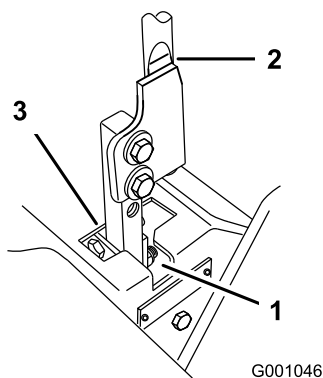

Figure 66
5. Placez le levier au point mort, sans le verrouiller (Figure 66).
6. Tirez le levier en arrière jusqu'à ce que l'axe de chape (situé sur le bras au-dessous de l'axe de pivot) touche l'extrémité de la fente (c.-à-d. commence juste à appuyer sur le ressort) (Figure 66).
7. Vérifiez la position du levier par rapport au cran de la console (Figure 66). Il doit être centré de façon à pouvoir pivoter vers l'extérieur jusqu'à la position de verrouillage du point mort.